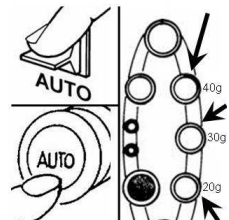

Abb. 6
- Drücken und halten Sie den Taster AUTO/Portionstaste (  ) (Abb. 6)